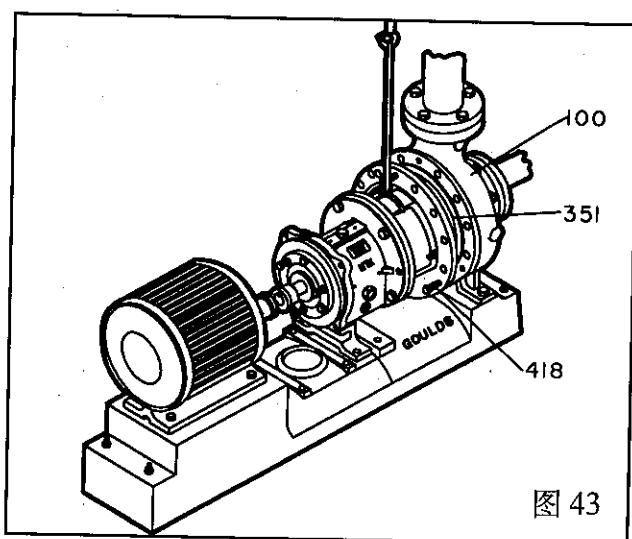

图 43
11. 均匀旋紧推顶螺栓(418)将后拉组件逐渐后移，直至将组件从泵壳(100)内拉出(图43)。